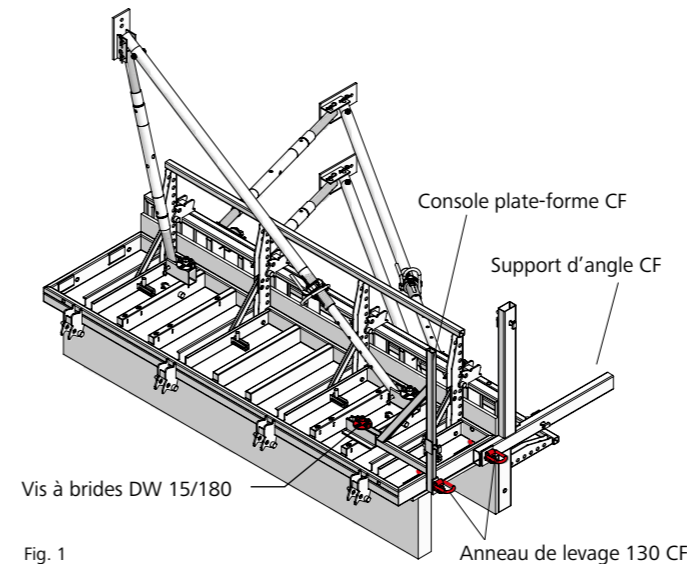
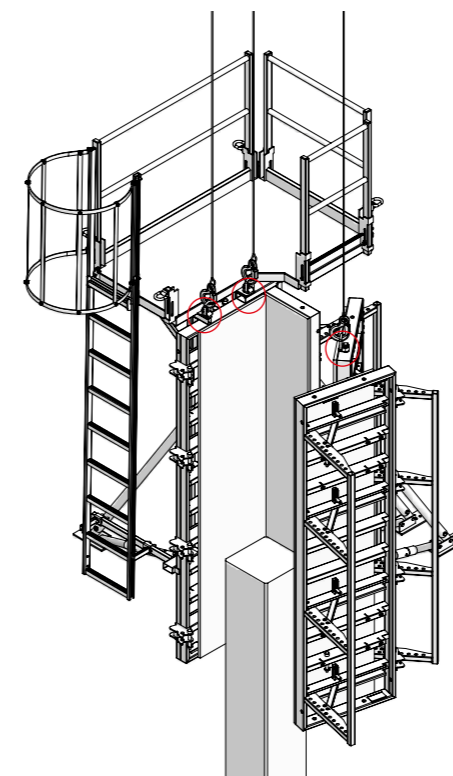
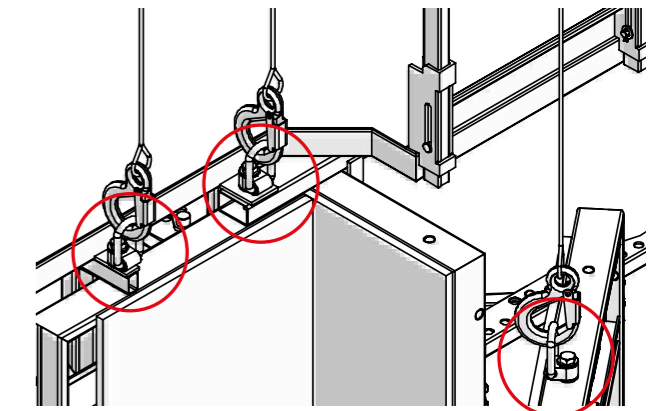

Fig. 1
Fig. 2
Fig. 3
Retirez l'écrou papillon et la platine de l'anneau de levage 130 CF et insérez le filet à travers le trou de manutention du panneau CF. L'anneau de levage 130 CF permet de solidariser la console plate-forme CF et le support d'angle CF au coffrage, pour l'installation de la plate-forme de bétonnage CF (Fig. 1). Insérez la platine sur le filet et vissez l'écrou papillon pour solidariser l'anneau de levage 130 CF au panneau CF. Le troisième anneau de levage 130 CF doit être fixé, comme décrit précédemment, sur le trou de manutention du panneau CF situé de l'autre côté pour assurer la manutention du coffrage vertical (Fig. 3).
Les coffrages de poteaux de plus de 3,60 m de haut ne doivent être déplacés que par grutage. CaroFalt doit être déplacé avec **trois anneaux de levage CF**. Le coffrage de poteaux reste ouvert pendant la manœuvre (Fig. 2 et Fig. 3).
- Utilisez toujours 3 anneaux de levage 130 CF pour déplacer l'unité CF (Fig. 3).